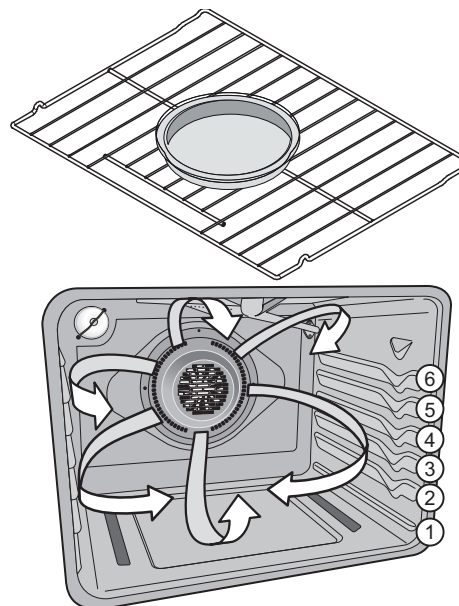

Figure 15: Positions des grilles; Cuisson sur une seule grille pour aliments prêts à servir
- Placez toujours les aliments au centre du four, sur la grille en position 3 plat (Figure 15). Placez les aliments comme illustré à la Figure 15.